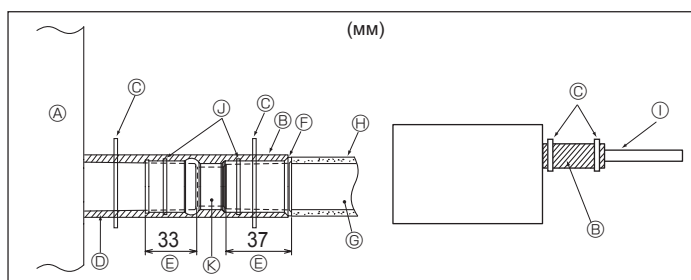

Рис. 3-5
1. Подсоедините соединительную муфту для дренажа (входит в комплект поставки прибора) к дренажному порту. (Рис. 3-5) (Закрепите трубу с помощью клея ПХВ, а затем с помощью ленты.)
[Рис. 3-5]